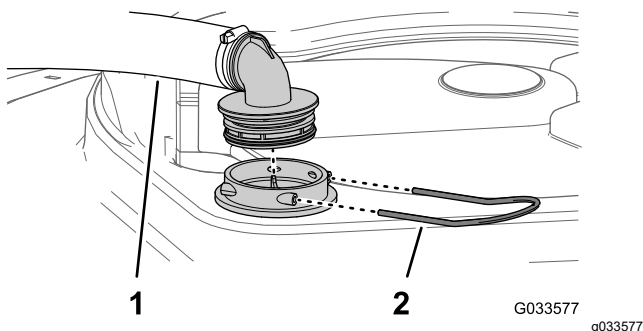

図 88
2. タンク上部で、フィルタハウジングからの太いホースについているフィッティングを固定しているリテーナを外す 図 88。
3. フィルタハウジングからホースとフィッティングを取り外す 図 88。